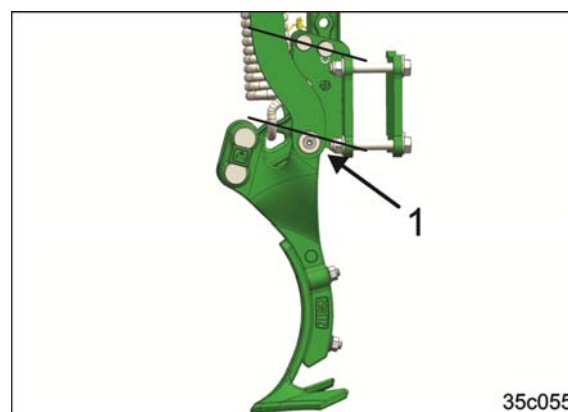

Fig. 125
- Prin rotirea prinderii afănătorului de urmă roată tractor (Fig. 125/1), adâncimea de lucru permite să fie reglată mai neted.